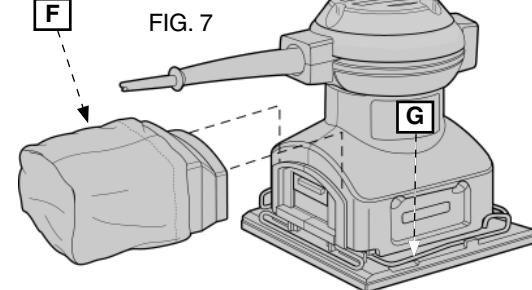
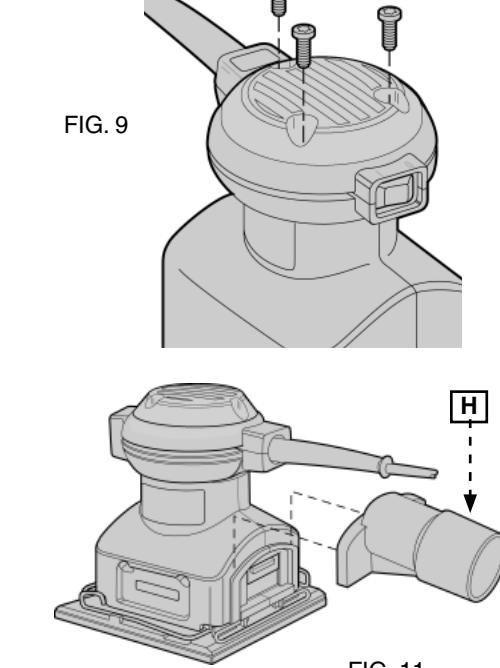

FIG. 7
FIG. 11
DUST COLLECTION (FIGS. 7 & 11)
To use the dust collecting system, lower the plastic end of the collection bag (F) Fig. 7, or the vacuum adapter (H) Fig. 11 over the flange and push it down as far as it will go. (Attach your shop vac to the adapter.)
SAC À POUSSIÈRE (FIGS. 7 & 11)
Pour se servir du système de dépoussiérage, il faut abaisser l'extrémité en plastique du sac à poussière sur la bride (F) Fig. 7 ou l'adaptateur de vide (G) Fig. 11 et faire glisser le sac au maximum vers le bas. (Attacher vous fait les courses l'aspirateur à l'adaptateur.)